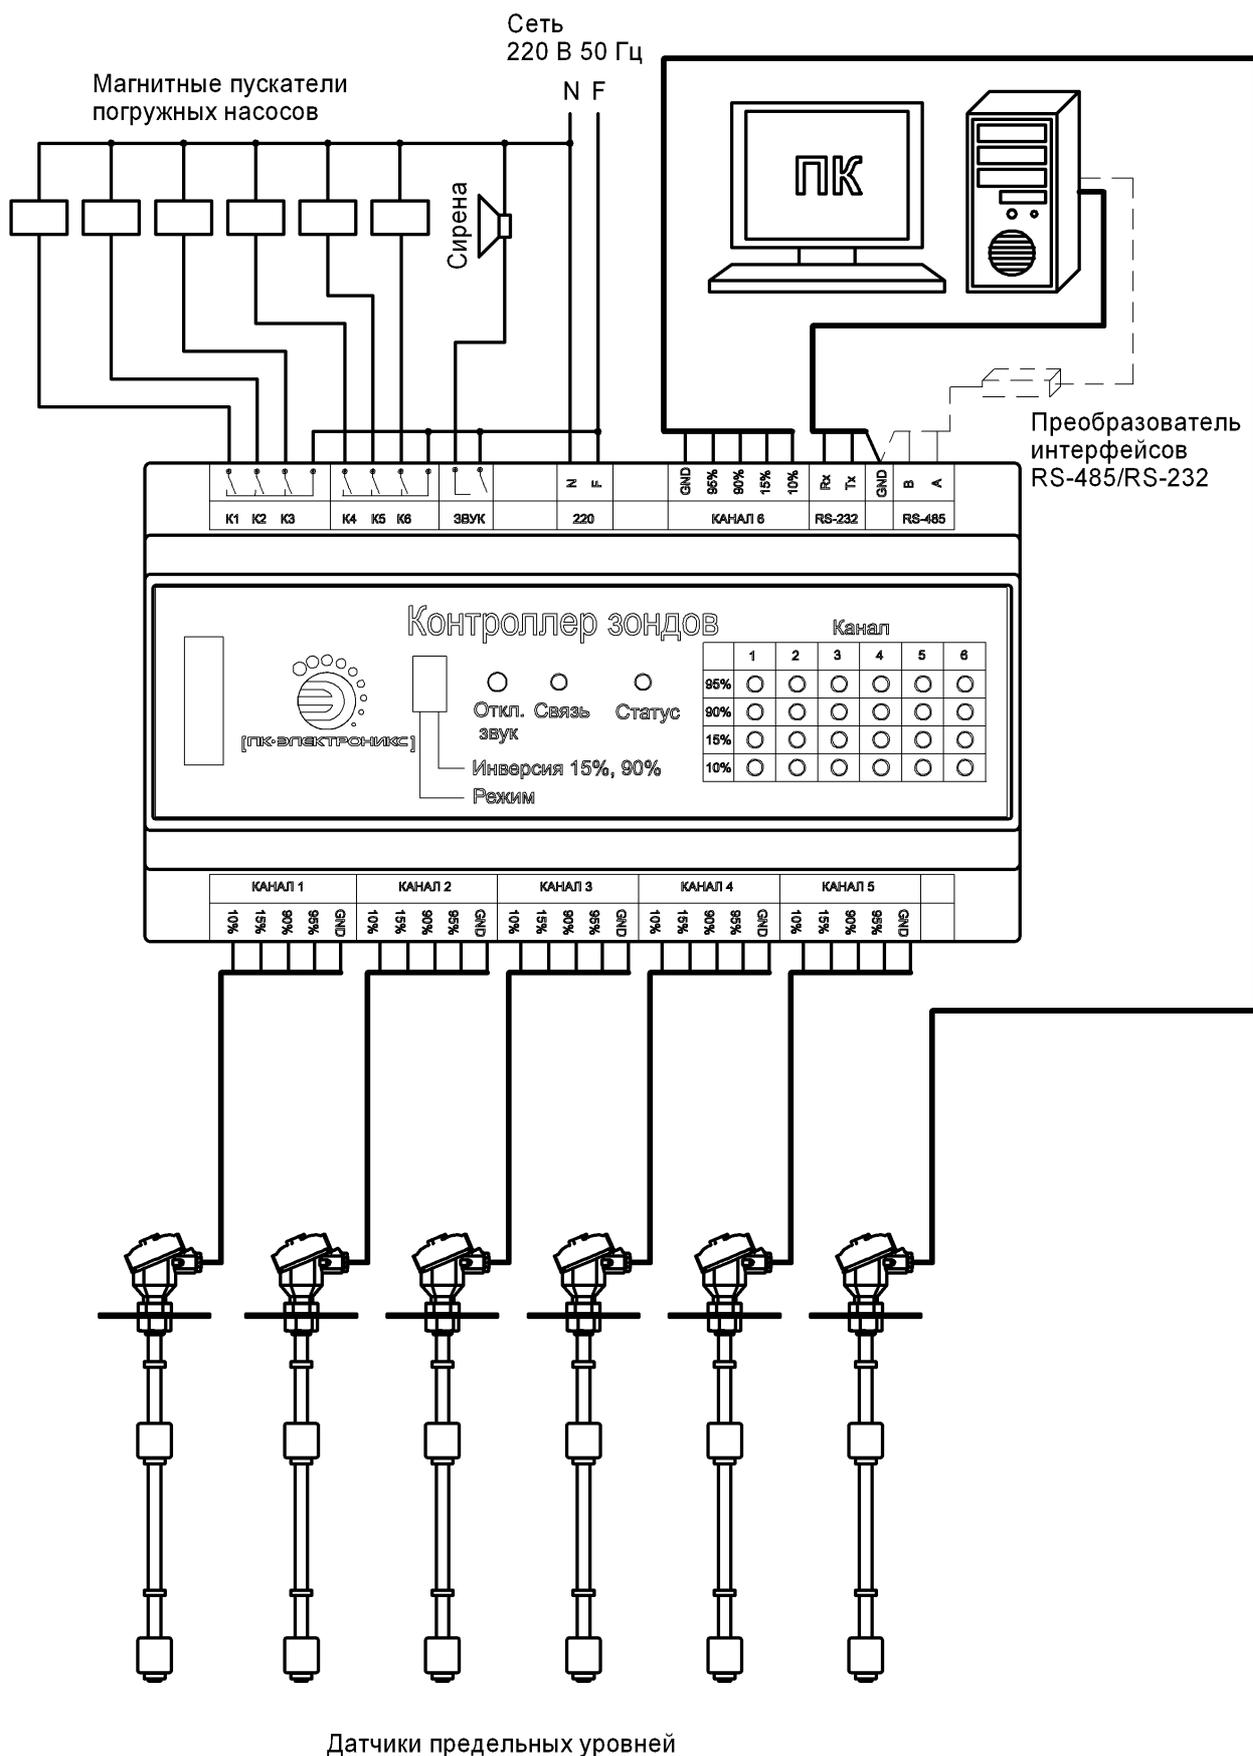

Рис. 1. Схема подключения контроллера зондов
3.2.6 Подключить провода к соответствующим клеммам согласно схеме приведенной на рис. 1.